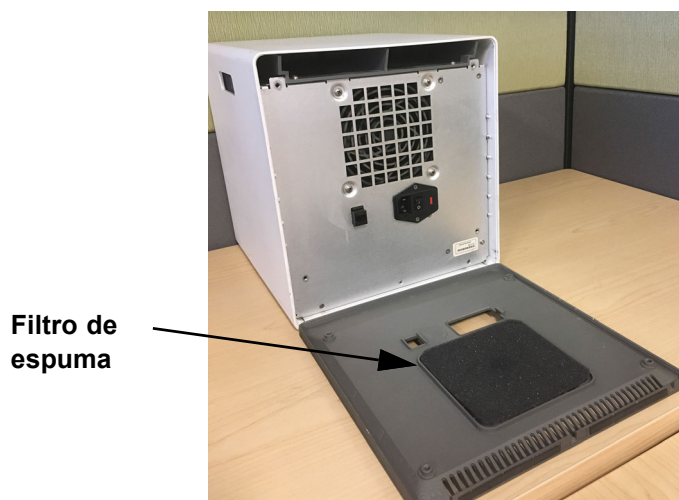

Figura 9-15. Filtro de espuma en los modelos antiguos del GX-IV
5. Retire el panel y extraiga el filtro de espuma gris (consulte la Figura 9-15).